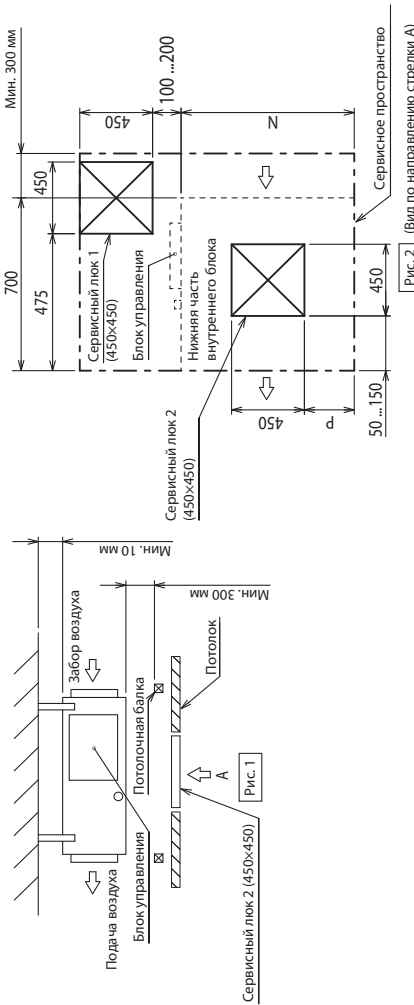

Рис. 2 (Вид по направлению стрелки А)
• оборудуйте сервисные люки 1 и 2 (450 x 450 мм каждый), как показано на Рис. 2.